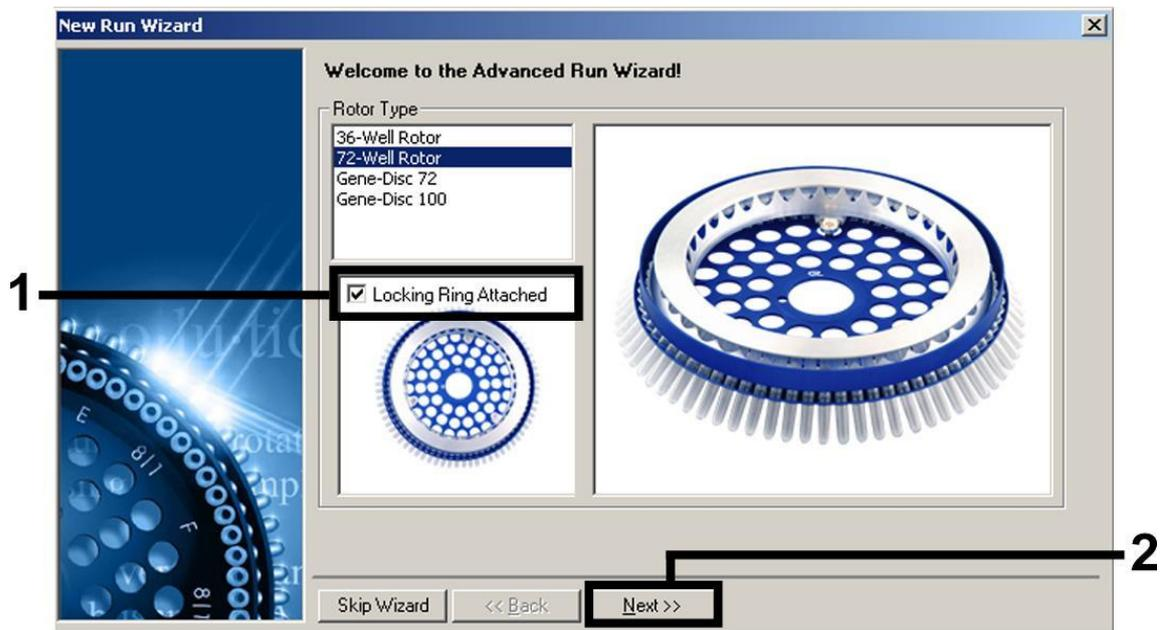

Abbildung 3. Das Dialogfenster "New Run Wizard".
Einstellung allgemeiner Assay-Parameter	Abbildung 3, 4, 5
6. Öffnen Sie zunächst das Dialogfenster "New Run Wizard" („Neuer Lauf“-Assistent) in der "Advanced"-Version (siehe Abb. 3). Aktivieren Sie das Kontrollkästchen "Locking Ring Attached" („Sicherungsring angebracht") und klicken Sie dann auf "Next" („Weiter“).